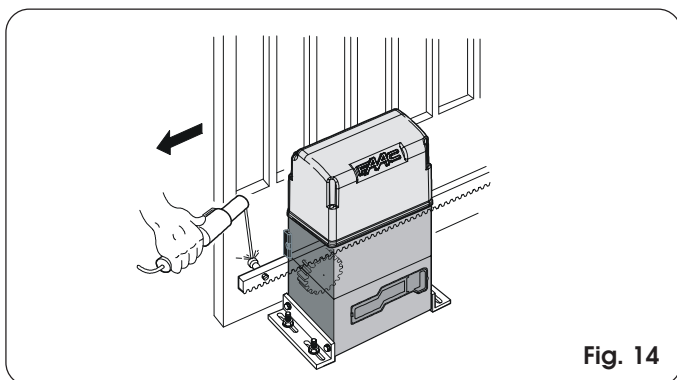

Fig. 14
- 3) Poser sur le pignon à niveau le premier élément de la crémaillère et souder le cliquet taraudé sur le portail d'après la Fig. 14.